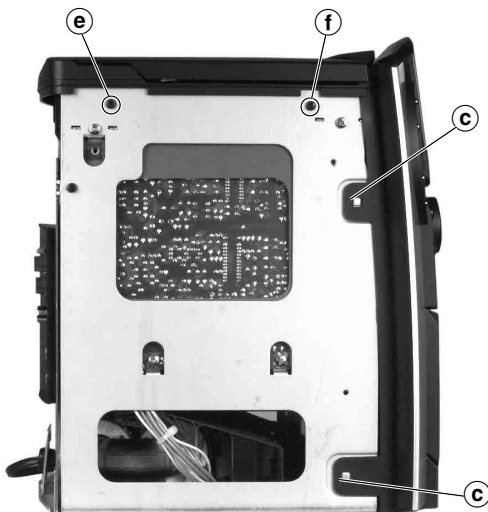

Fig. 3
- 4 Haltetaschen (c) links und rechts der Frontblende (Fig. 3) sowie 2 Haltezapfen (d) am Gehäuseboden ausrasten (Fig. 4).
- Disengage the 4 holding lugs (c) on the left and right of the front panel (Fig. 3) and 2 prongs (d) on the bottom of the cabinet (Fig. 4).
- 2 Schrauben ⑥ (kurz), 2 Schrauben ⑦ (lang) und Schraube ⑨ herausdrehen (Fig. 3 und 5).
- Undo 2 screws ⑥ (short), 2 screws ⑦ (long) and screw ⑨ (Fig. 3 and 5).